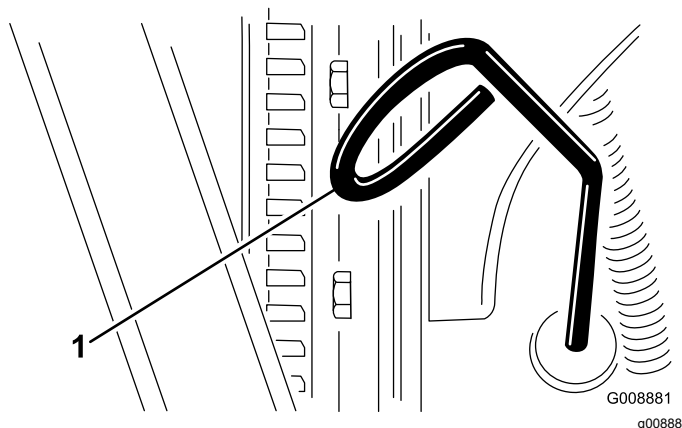

Figure 59
3. Retirez la jauge, essuyez-la sur un chiffon et remettez-la en place (Figure 59).